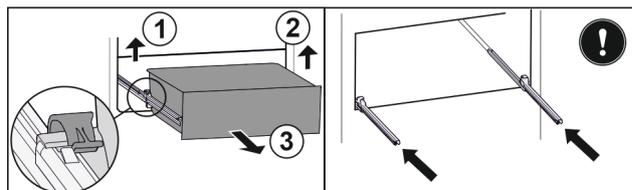

Fig. 46\*
- ▶ Linke Klemme anheben und gleichzeitig das Schubfach links nach vorne ziehen Fig. 46 (1).\*
- ▶ Rechte Klemme anheben und gleichzeitig das Schubfach rechts nach vorne ziehen Fig. 46 (2).\*
- ▶ Schubfach nach vorne entnehmen Fig. 46 (3).\*